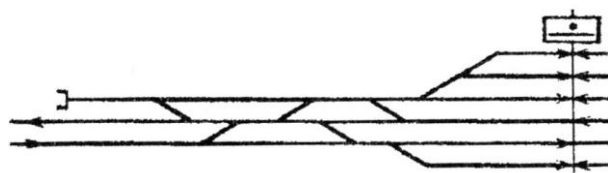

Рисунок 17
- 3 На схематическом плане станции (рисунок 17) произведите: